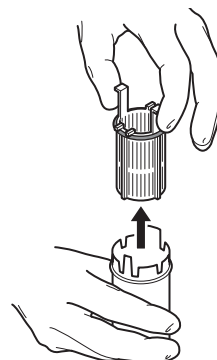

Figura 10 Remova o filtro do tubo de distribuição
2. Para recolher a amostra, remova o filtro do tubo de distribuição (Figura 10).